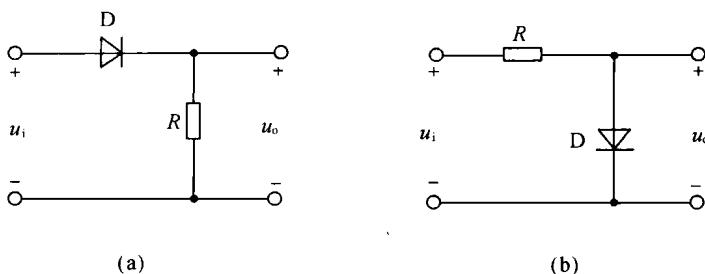

图 14.14
14.3.3 在图 14.14 所示的两个电路中, 已知 $u_i = 30\sin\omega t$ V, 二极管的正向压降可忽略不计, 试分别画出输出电压 u_o 的波形。
解: 从图 14.14(a)、(b) 中有, u_i 为正半周时, 二极管导通; u_i 为负半周时, 二极管截止。
对图 14.14(a), $u_o = u_R$, u_i 正半周时, $u_R = u_i$
对图 14.14(b), $u_o = u_D$ 。